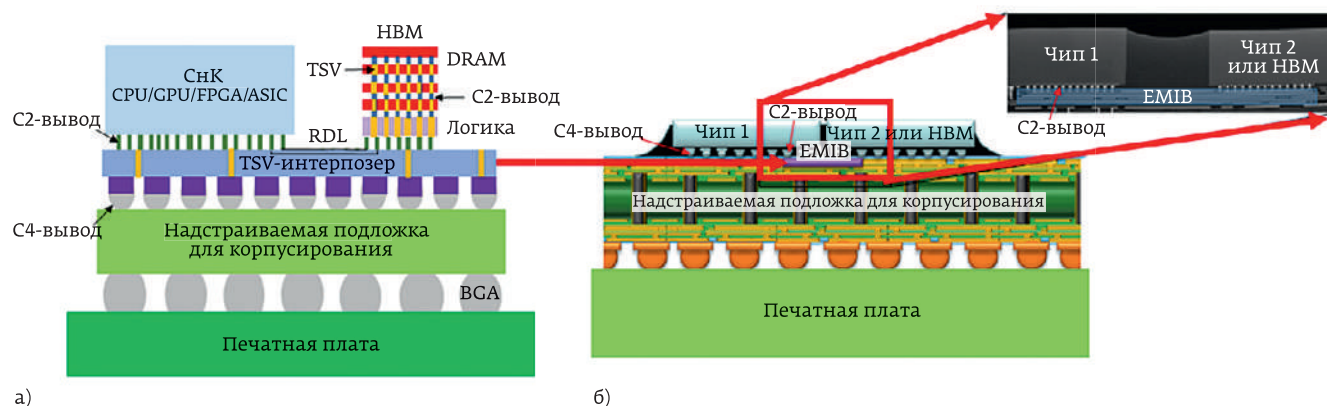
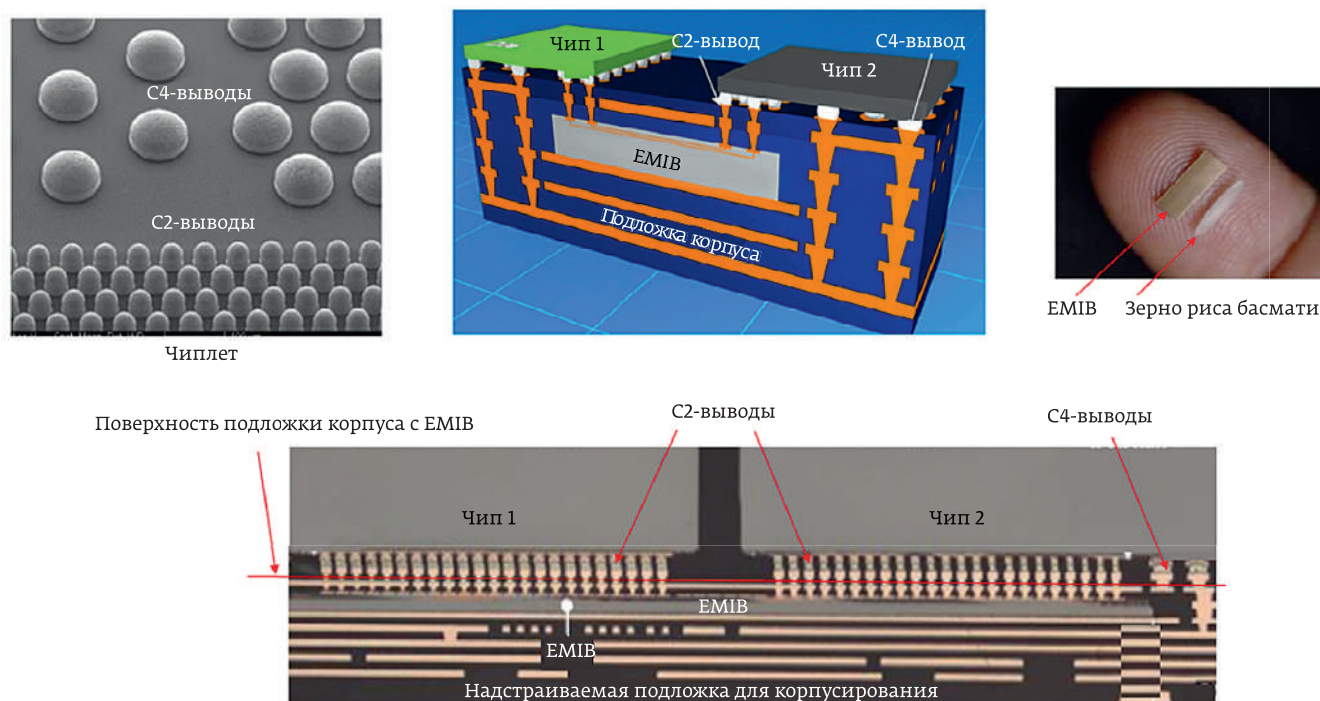
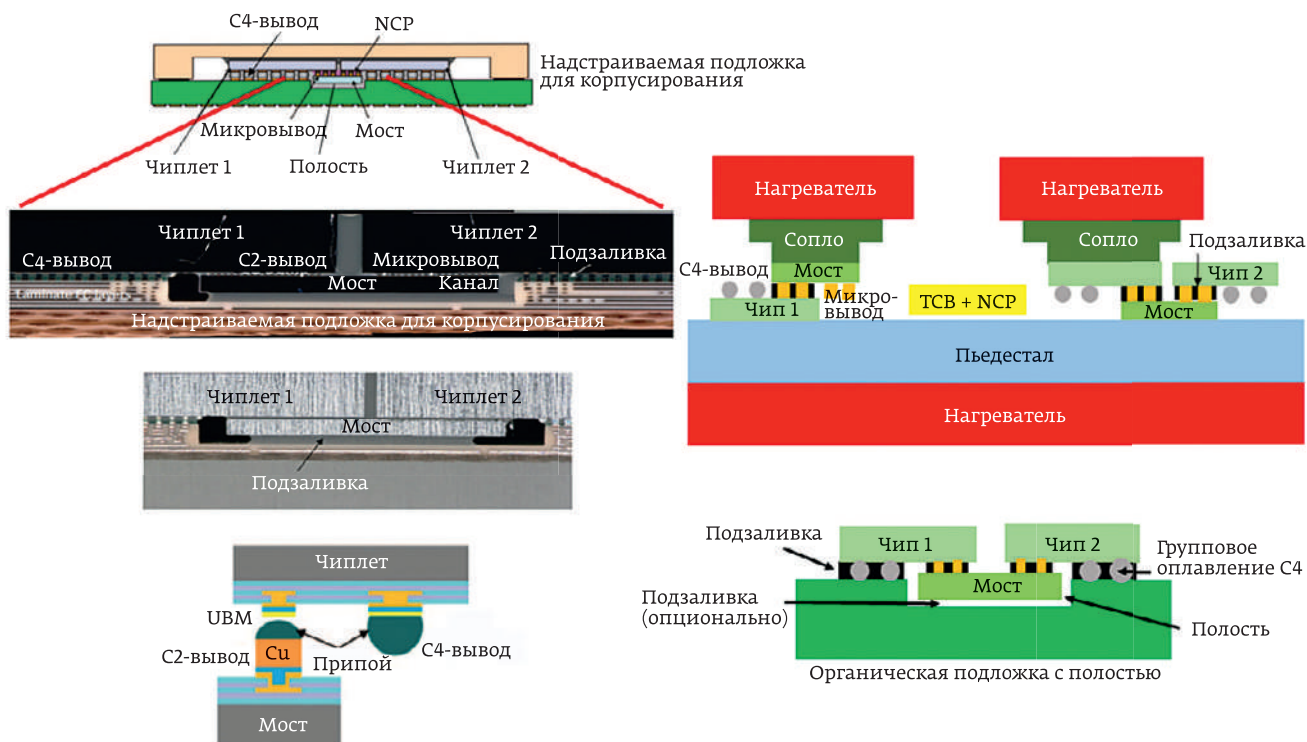

Рис. 1. Интеграция 2,5D или 3D ИС с TSV-интерпозером (а) и чиплеты без TSV-интерпозера (EMIB) (б) [1]
Рис. 2. Решение с EMIB компании Intel [1]
Рис. 4. DBVi от IBM [1]
Одной из самых популярных передовых технологий корпусирования является 2,5D- или 3D-интеграция интегральных схем (ИС), что схематически показано на рис. 1а. Компания TSMC назвала интеграцию 2,5D ИС «чип на пластине на подложке» (Chip-on-wafer-on-substrate, CoWoS).
В 2016 компания Intel опубликовала первую статью о мосте для связи чиплетов. Ключевой задачей того времени было показать замену TSV-интерпозера (рис. 1а) на встроенный многокристальный межкомпонентный мост (Embedded Multi-die Interconnect Bridge, EMIB), как схематически показано на рис. 1б и рис. 2. Видно, что кристалл EMIB встроен в полость подложки корпуса, которая поддерживает чиплеты с тонкими металлическими слоями линий перераспределения (redistribution layers, RDL). Размер такого моста очень мал, и при этом полностью отсутствует громоздкий TSV-интерпозер.
Для EMIB есть как минимум три важные задачи (рис. 1б и рис. 2):
Дальнейшим развитием кремниевых мостов для межсоединений стала прямая гетерогенная интеграция (Direct Bonded Heterogeneous Integration, DBHi, рис. 4), которую предложила компания IBM. Уже к 2021 году был представлен ряд материалов, изготовленных по этой технологии.
- EMIB Intel содержит два типа выводов (C4 и C2) на чиплетах, а на самом мосту нет подобных выводов (рис. 2), тогда как DBVi IBM содержит только C4-выводы на чиплетах и C2-выводы на мосту (рис. 4);
- у Intel EMIB мост встроен в полость надстроенной подложки с помощью материала для монтажа кристаллов, а затем ламинирован другим слоем сверху, в то время как IBM DBVi представляет собой просто обычную подложку с полостью сверху (рис. 4).
Процесс сборки DBN очень прост (рис. 4). Сначала на чип 1 наносится непроводящая паста (non-conductive paste, NCP). После этого чип 1 и мост соединяются с помощью термокомпрессионного соединения (thermocompression bonding, TCB). Затем NCP наносится